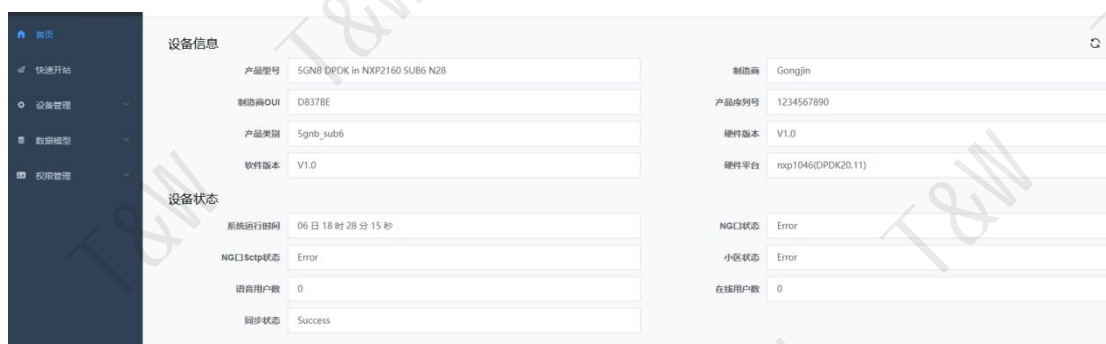

图 2-4 基站 Web 客户端首页
2. 输入用户名、密码，单击“登录”，Web 客户端首页如图 2-4 所示。。